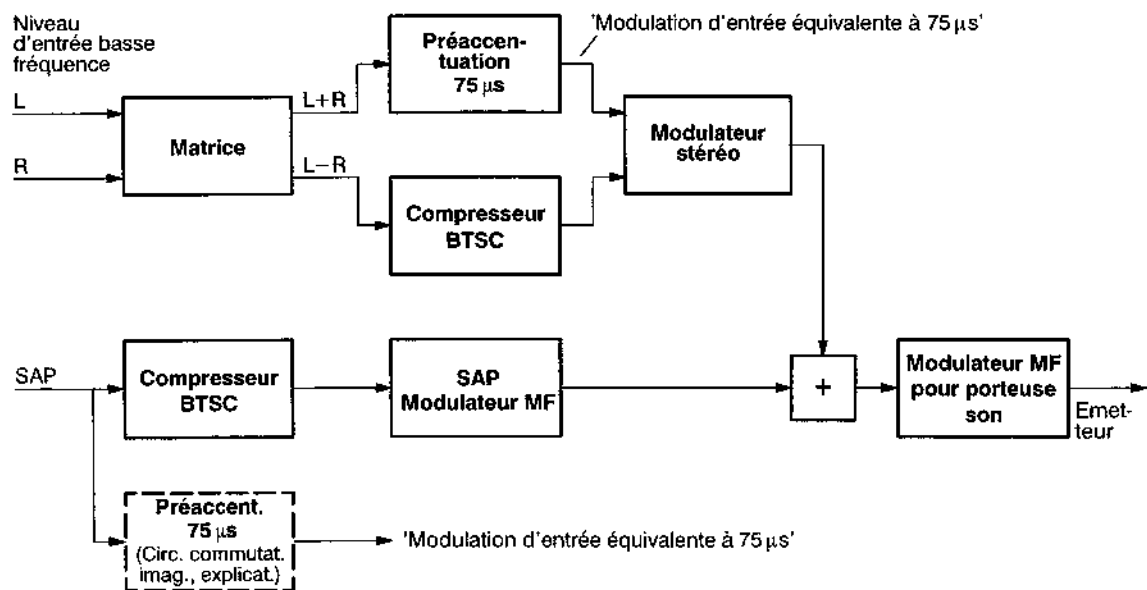

Fig. 2 Schéma de couplage simplifié d'un émetteur BTSC
Le spectre de la bande de base BTSC à bande large est transmis par modulation de fréquence sur la porteuse son (4,5 MHz). Compte tenu de la caractéristique de bruits parasites typique des systèmes de transmission MF, le niveau de bruit augmente avec la fréquence de modulation. Afin d'améliorer le rapport signal/bruit pour le signal différentiel L-R et pour le deuxième signal son (SAP), les deux canaux sont codés par un compresseur BTSC, voir figure 2.
La figure 2 présente un schéma de couplage simplifié d'un émetteur BTSC. Vous trouverez des indications relatives aux normes de modulation BTSC et aux déviations crêtes maximales autorisées à la page suivante.
- Le niveau d'entrée du son maximal admis pour 100 % de modulation (100 % \triangleq 0 dB) dépend de la fréquence en raison de la préaccentuation de 75 μ s, voir figure 2.
Elle sert de référence et détermine le niveau de modulation que l'on obtient pour un signal mono équivalent généré par une préaccentuation de 75 μ s, voir figure 2.